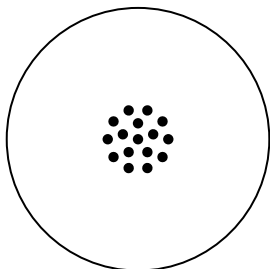

图 34
(6) 利用图 34 所示的斑点状视标，步骤同 (2)，让王先生比较他们所看到的图。结果显示如图 38。如果当红色点标在字母 P 时，王先生看的最清楚 (如图 38 所示)，则意味王先生的度数增加了 $0.25D$ 。(王先生现在的度数为 $0.75D$)
a、测试分左右眼独立进行的，但都要用双目棱镜。这些测试基本都是双目平衡测试。将双眼都设为 O。使用如图 34 所示的画面。